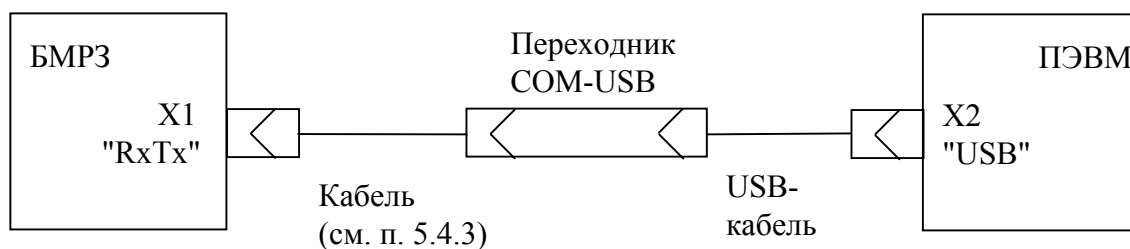

Рисунок 5.7 - Структурная схема подключения БМРЗ к USB-порту ПЭВМ
5.4.4 Для подключения БМРЗ к соединителю USB-порта ПЭВМ можно использовать переходник COM-USB и USB-кабель (см. рисунок 5.7), закупаемые потребителем самостоятельно. COM-соединитель переходника присоединяется к розетке кабеля для связи БМРЗ с ПЭВМ.